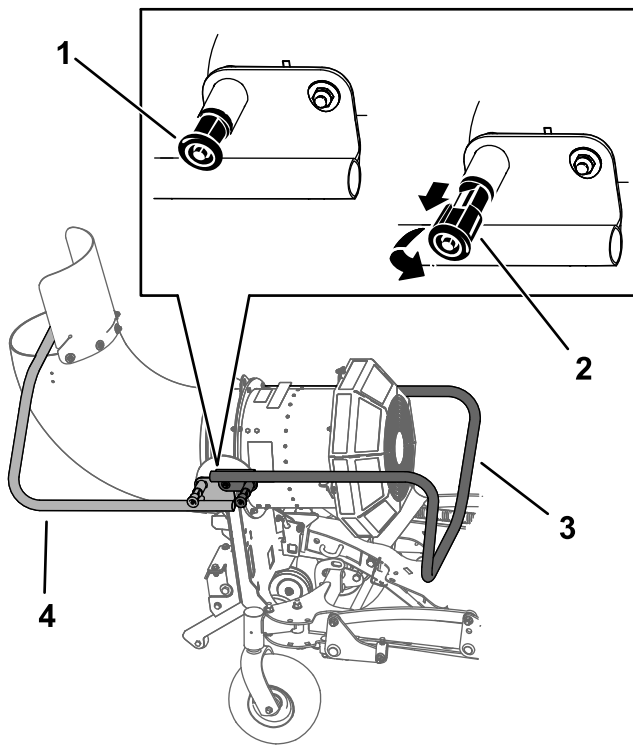

Figura 16
4. Tire de los pasadores de bloqueo del caballete en ambos lados de la máquina, gírelos 90 grados para desbloquearlos y luego gire el caballete para alejarlo de la máquina (Figura 16). Coloque los pasadores y asegúrese de que encajen en su posición.